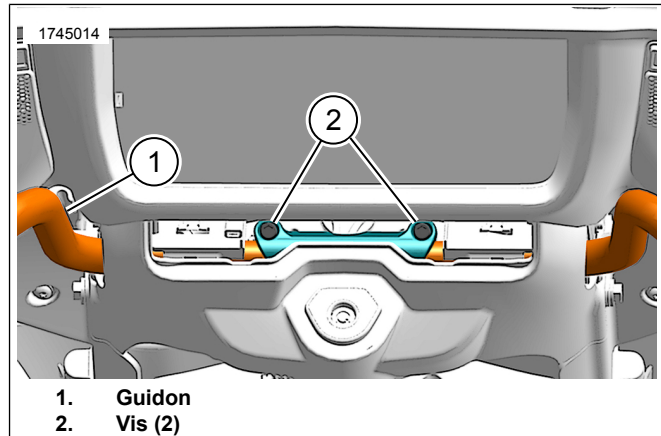

Figure 2. Vis de guidon
4. Voir la figure 2. **Modèles 2023 et ultérieurs (FLHX/SE) :** guidon inférieur.
- a. Faire une ligne du guidon (1) sur la bride pour marquer la position du guidon.
- b. Desserrer les vis (2).
1. Voir la figure 2. **Modèles 2023 et ultérieurs (FLHX/SE)** :